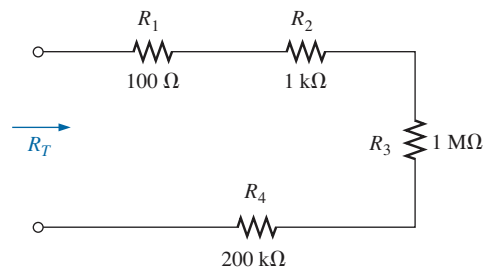

FIG. A4.88
4. Para el circuito de la figura A4.88, compuesto de valores estándar: